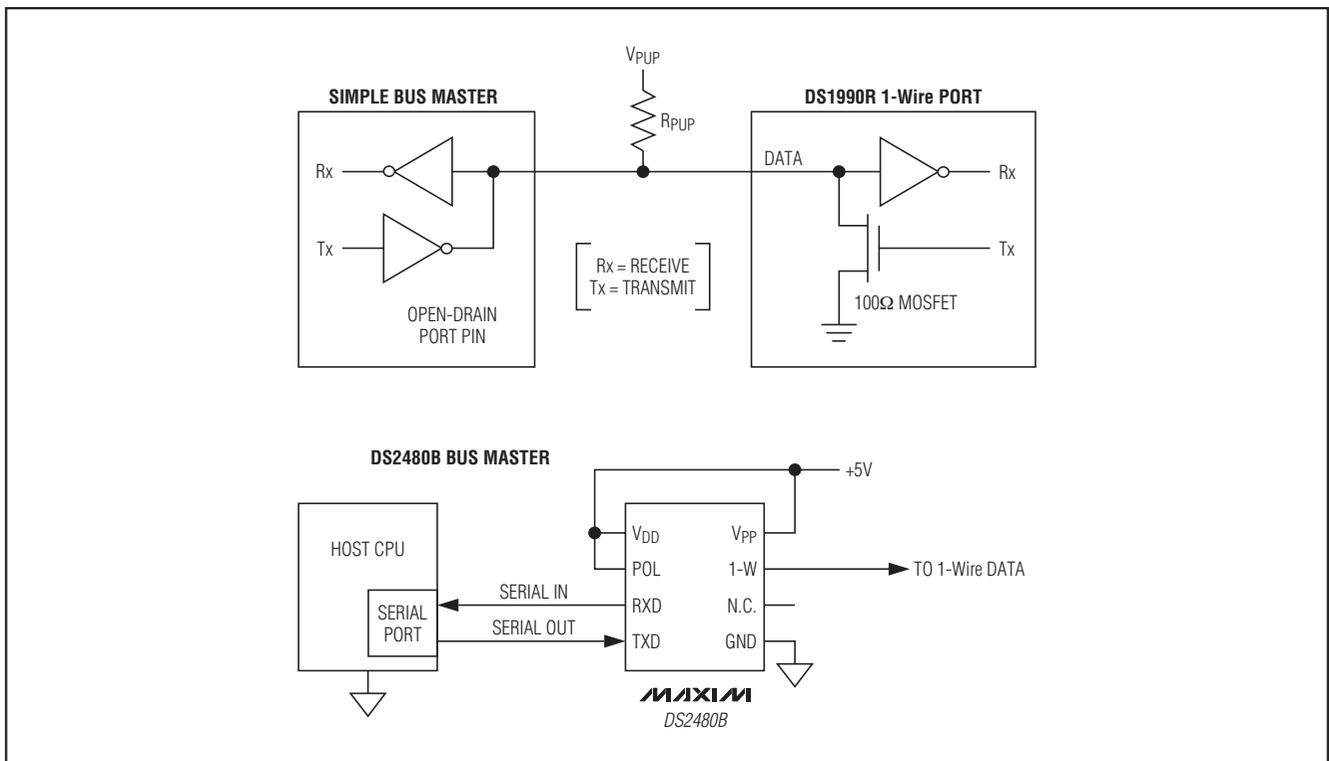

图4. 硬件配置
**Note 2:** External pullup voltage. See Figure 4.
1-Wire总线仅定义了一条信号线，所以让总线上每个器件都在适当的时刻运行是非常重要的。为便于达到这一目的，每一个接入1-Wire总线的器件都采用漏极开路或三态输出。DS1990R的1-Wire端口为漏极开路输出，内部等效电路如图4所示。多点总线在一条1-Wire总线上挂接了多个从机器件。1-Wire总线的最高标准数据传输率为16.3kbps。上拉电阻的阻值取决于网络规模和负载条件，对于大多数应用，可选择大约2.2kΩ的上拉电阻。1-Wire总线的空闲状态为高电平，任何情况下需要暂停操作时，总线必须置于空闲状态，以便随后恢复1-Wire操作。如果没有进行上述操作，将总线置于低电平的时间超过120μs，则总线上的一个或多个器件将被复位。